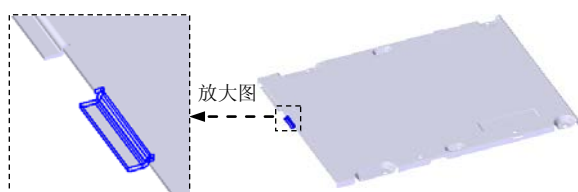

图 8.7.40 轮廓弯边特征 2
③ 单击“主页”操控板中的“关闭草图”按钮 ，退出草图绘制环境。
(3) 轮廓弯边的延伸量及方向。在“轮廓弯边”命令条中单击“延伸步骤”按钮 ；单击“有限范围”按钮 ，在 **距离(D)**: 文本框中输入值 34，定义延伸方向为 Y 轴负方向，单击鼠标左键。
(4) 定义轮廓弯边属性及参数。单击“轮廓弯边选项”按钮 ，取消选中 ☐ **使用默认值(D)*** 复选框，在其 **折弯半径(R)**: 文本框中输入值 0.2，选中 ☒ **折弯止裂口(O)** 复选框和 ☒ **圆形(C)** 单选按钮；取消选中 ☐ **使用默认值(D)*** 复选框，在 **宽度(W)**: 文本框中输入值 0.5；单击  按钮。
(5) 单击  按钮，完成特征的创建。
Step18. 创建图 8.7.40 所示的轮廓弯边特征 2。